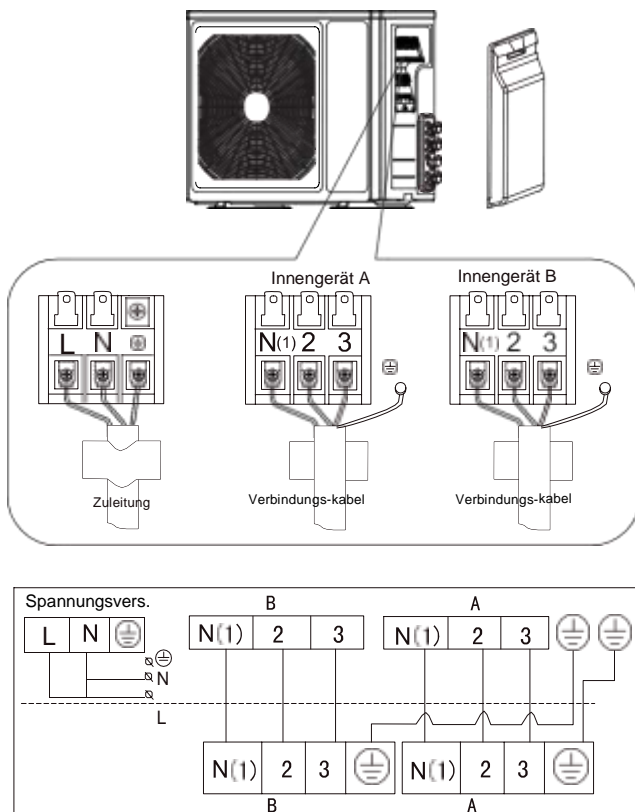

Bild 8: Verdrahtung Baugröße 14 und 18
- Innengeräte an der Klemmleiste entsprechend verdrahten (siehe Bild 8).